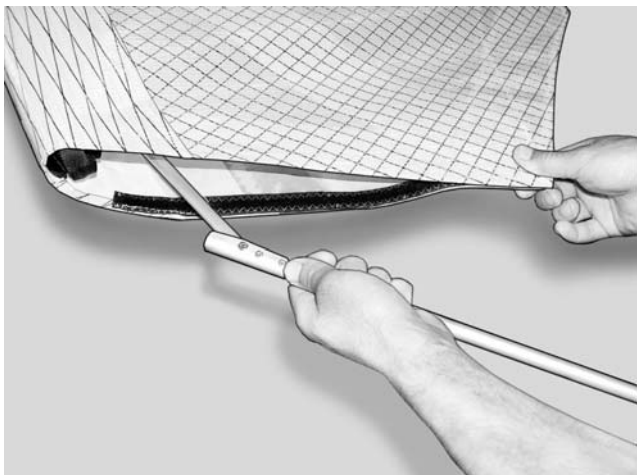

Fig. 13
11. Install the tip battens (*Fig. 13*):